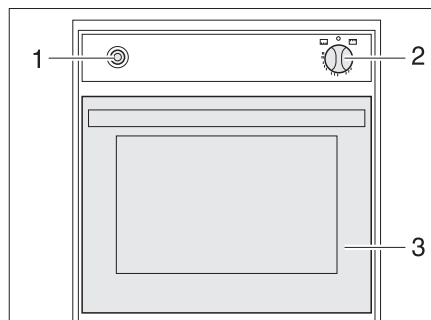

Bild 233 Gasbackofen (Spinflo)
- Backofenklappe (Bild 233,3) ganz öffnen.
- Drehregler (Bild 233,2) leicht drücken und auf "🔥" (Backofen) oder "GRILL" stellen.
- Drehregler (Bild 233,2) drücken und 5 bis 10 Sekunden lang gedrückt halten. Es strömt Gas zum Brenner.
- Zündschalter (Bild 233,1) so oft drücken, bis die Flamme brennt.
- Drehregler (Bild 233,2) auf "0" drehen. Die Flamme erlischt.